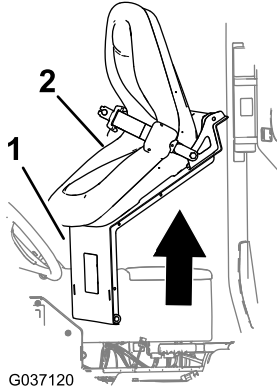

Bild 8
- Heben Sie den Sitz und die Sitzplatte von der Maschine ab (Bild 8).